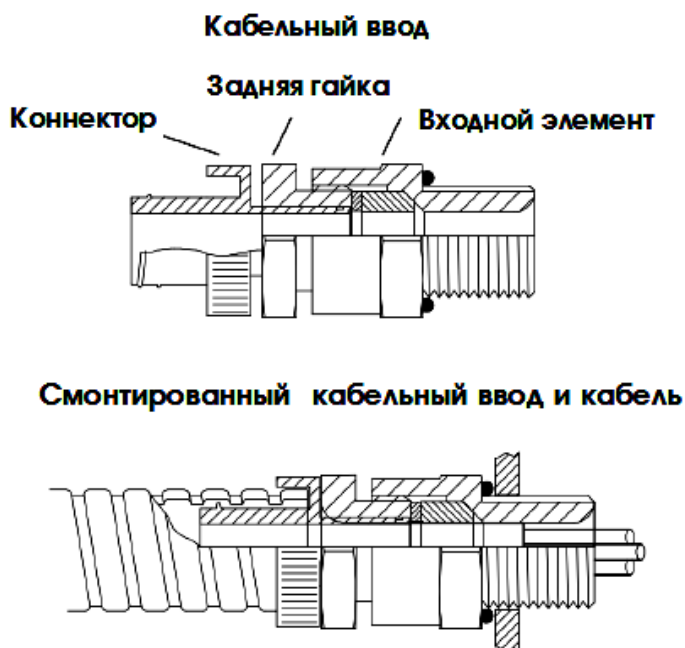

Рисунок 15 – Кабельный ввод
- 1) Закрепить входной элемент кабельного ввода в соответствующие отверстия в корпусе газоанализатора (см. рисунок 15). Затянуть вручную, затем закрутить с помощью гаечного ключа. Усилие затяжки кабельного ввода при монтаже 32,5 Н*м;